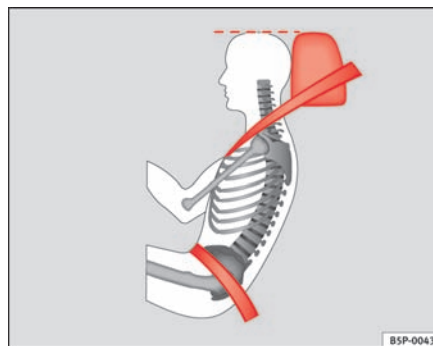

Fig. 13 Korrekt placering af sikkerhedssele og hovedstøtte set fra siden ▶
- Sikkerhedsselels hoftedel skal sidde hen over hofterne og aldrig hen over maven. Sikkerhedssele skal sidde fladt og tæt ind til hofterne ⇒ **side 22, fig. 13.** Stram selv selen lidt, hvis det er nødvendigt.